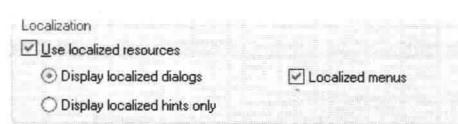

图 1-5 本地化资源使用选项
(4) 单击提示框中的【OK】按钮，返回【Preferences】参数设置对话框。
(5) 在【Use localized resources】区域内，有两个单选项和一个复选项，对使用本地化资源(中文环境)的方式进行选择设置，如图 1-5 所示。